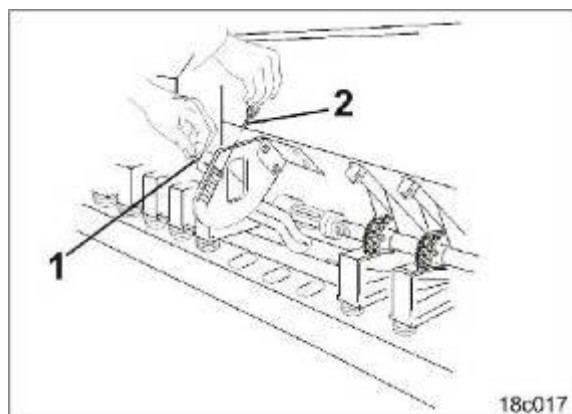

Рис.57
1. Установите рычаг клапана высевной коробки (Рис. 57/1) на табличное значение (смотрите Рис. 23).
2. Зафиксируйте регулировочный рычаг клапанов пружинным фиксатором (Рис.57/2)